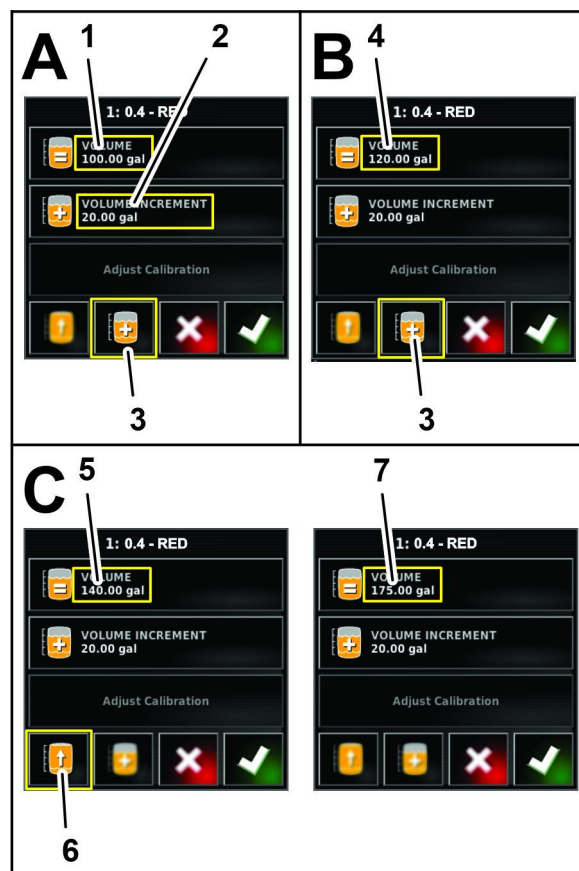

Figure 127
4. Si vous ajoutez progressivement des produits chimiques dans l'eau, appuyez sur l'icône d'AUGMENTATION de volume (Figure 127).
5. Utilisez le pavé numérique de l'affichage pour saisir le volume de produit (eau et produits chimiques par exemple), que vous allez ajouter dans la cuve et appuyez sur l'icône de confirmation (Figure 127).
6. Si vous ajoutez progressivement des produits chimiques dans l'eau, ajoutez le produit dans la cuve et appuyez sur l'icône d'AUGMENTATION DE LA QUANTITÉ DE PRODUIT (Figure 127).
7. Si vous remplissez la cuve au maximum d'eau ou de produit, vous pouvez appuyez sur l'icône de REMPLISSAGE MAXIMUM DE LA CUVE (Figure 127).